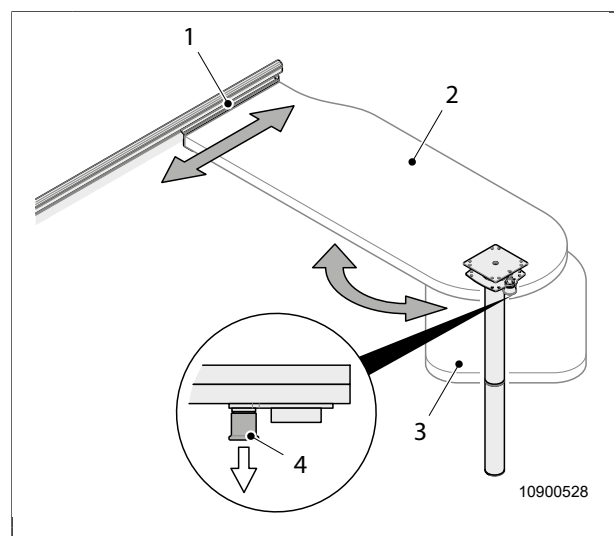

Fig. 23 Tavolo sospeso orientabile
1. Tirare il pulsante (Fig. 23, pos. 4) verso il basso.
2. Spostare il piano del tavolo orientabile (Fig. 23, pos. 3) finché il pulsante non scatta in posizione.
1. Sollevare il piano del tavolo (Fig. 23, pos. 2) verso destra.
2. Spostare il tavolo in posizione sollevata lungo la guida superiore (Fig. 23, Pos. 1) nella posizione desiderata.